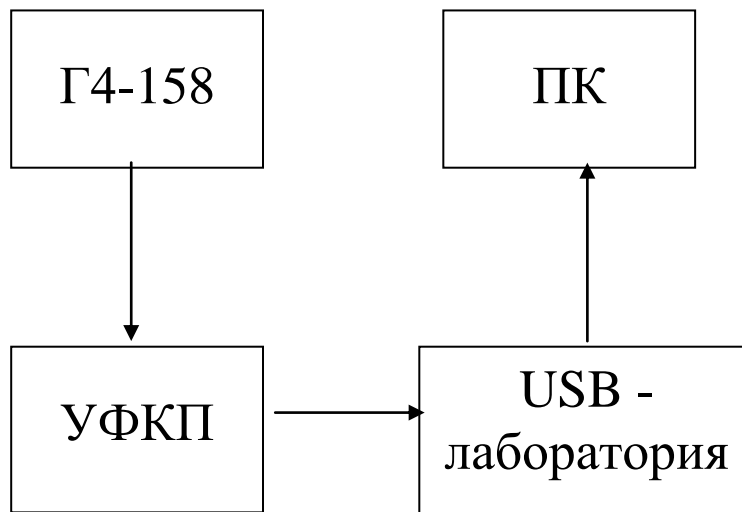

Рисунок 1 – Лабораторная установка в сборе
3) Для оценки степени подавления помехи УФКП в заданном диапазоне частот произвести серию экспериментов. Собрать лабораторную установку из генератора (Г4-158), УФКП, «USB – лаборатории» (PV6501), персонального компьютера (ПК) (рисунок 1).